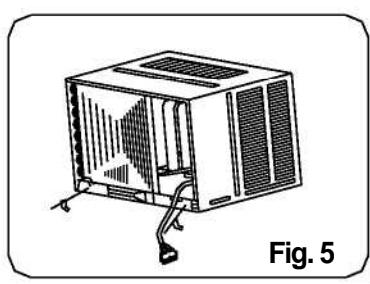

Fig. 5
1. Skinite dva fiksirajuća šrafa na fiksirajućim držaćima na šasiji, potom skinite držače sa šasije (Pogledajte Fig.5).
5. Fiksirajte dva držača šasije pomoću dva šrafa (Pogledajte Fig.5).